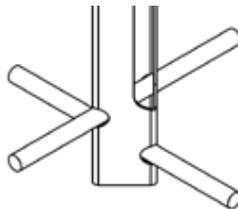

Figura 3: Montaggio su colonna di montaggio
1. Posizionare le aste di supporto nei fori previsti sul lato inferiore della colonna. Vedi figura 3. Insieme formano l'ancoraggio a terra.